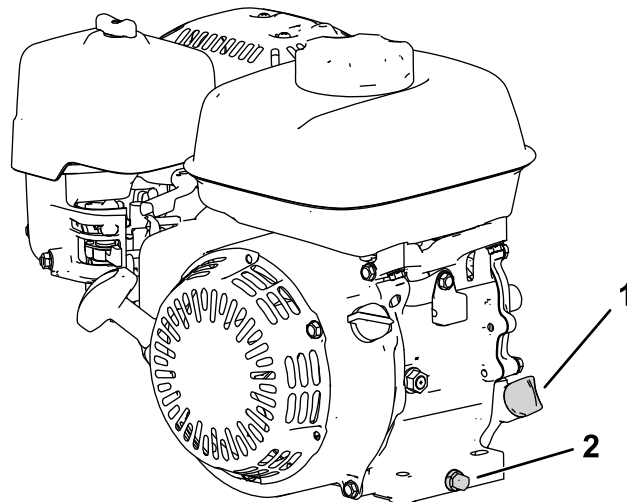

Figura 29
2. Poziționați mâna astfel încât motorul să fie la nivel și curățați zona din jurul tubului de umplere cu ulei (Figura 29).
- Îndepărtați buonul de golire, aiba și joja (Figura 29).